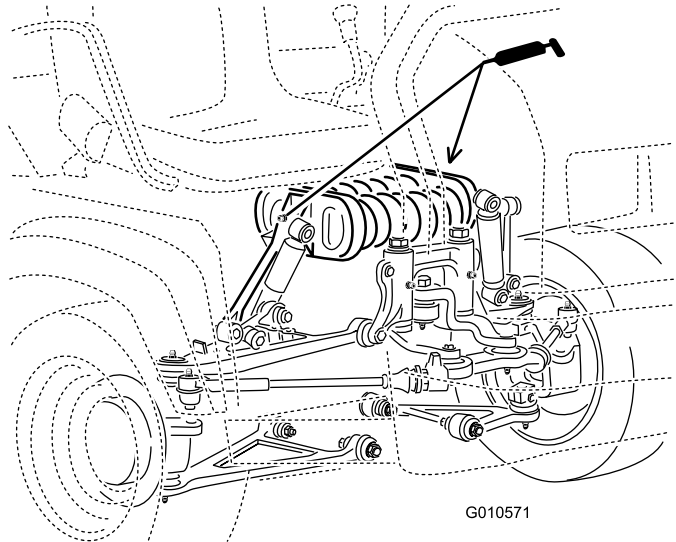

Figure 47
Tourelle de suspension (2) ; voir Figure 47